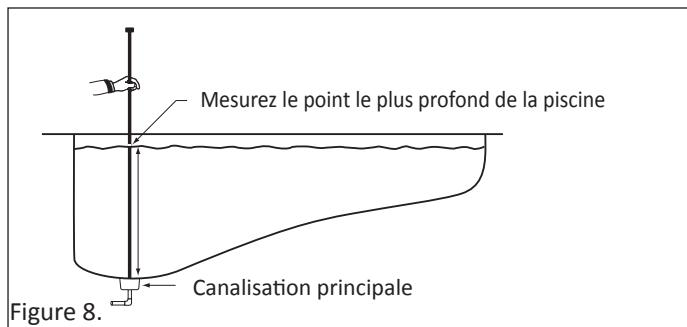

Figure 8
1. Mesurez la partie la plus profonde de la piscine. **Voir la Figure 8.**